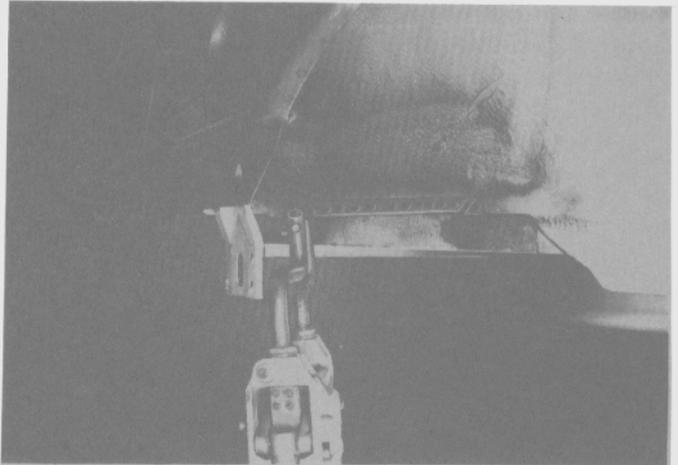

Fig. 305
- Soldar el nuevo panel del piso por puntos, al pasarruedas derecho y al lateral interior (Fig. 305).